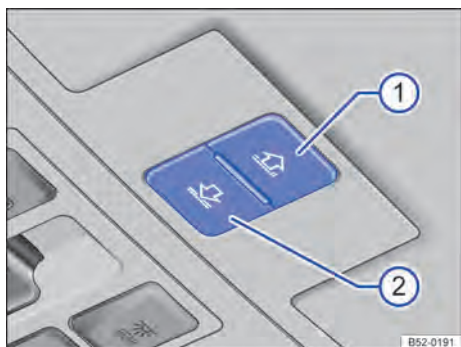

Fig. 74 No revestimento do teto: botões para a cortina de proteção solar.
Os botões → Fig. 74  e  são de dois níveis. No 1º nível, a cortina de proteção solar pode ser totalmente ou parcialmente aberta ou fechada.
Função	Ação → Fig. 74
- *Cortina de proteção solar*: aproximadamente cinco segundos após a ativação do limitador de força, pressionar o botão → Fig. 74 Ⓛ até que a cortina de proteção solar esteja totalmente fechada.